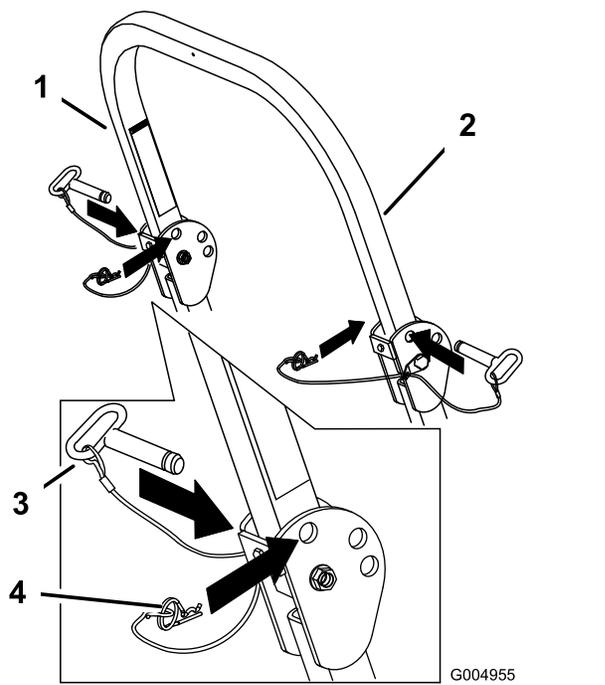

Figure 9
1. Retirez les goupilles fendues puis les 2 axes (Figure 9).
3. Posez les 2 axes et fixez-les avec les goupilles fendues (Figure 9).
4. Pour relever l'arceau de sécurité, retirez les goupilles fendues puis les 2 axes (Figure 9).
5. Relevez complètement l'arceau de sécurité puis insérez les 2 axes et fixez-les avec les goupilles fendues (Figure 9).